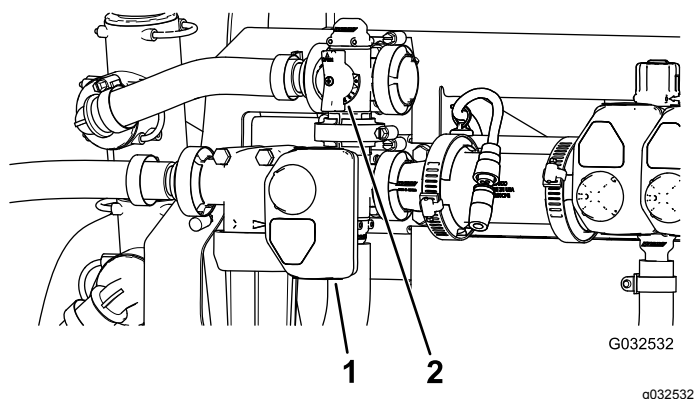

Figure 49
10. Réglez la vanne de dérivation d'agitation (Figure 49) à l'arrière de la vanne d'agitation jusqu'à ce que la pression indiquée soit 6,89 bar.